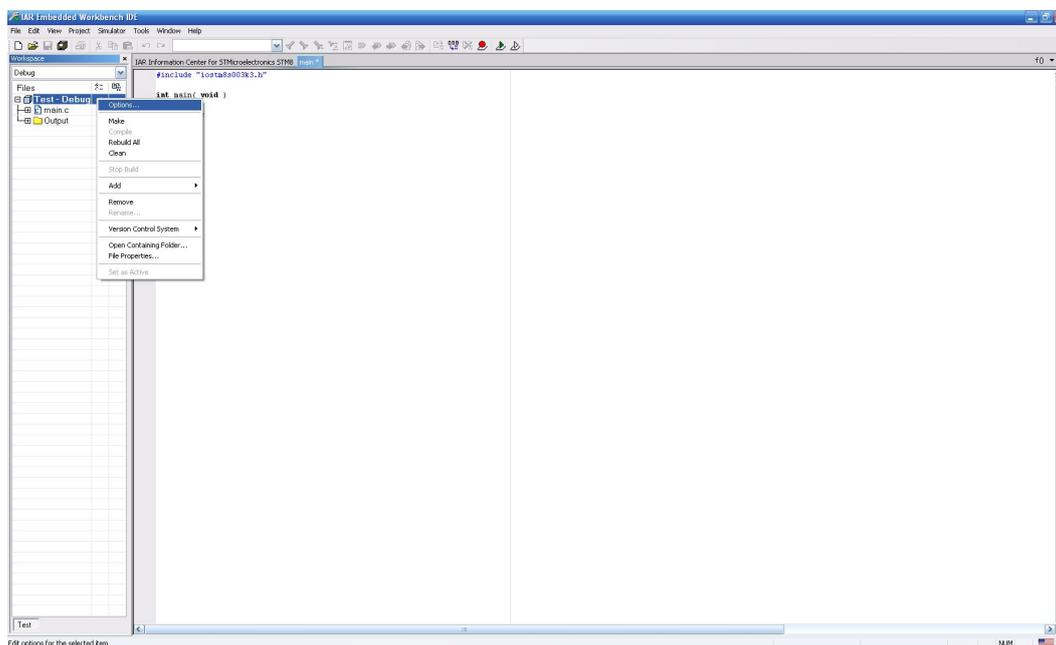

Рис. 2.7. Окно настройки проекта
7. Далее необходимо настроить проект. Для этого в окне *Workspace* выбираем пункт контекстного меню *Options* (рис. 2.7).